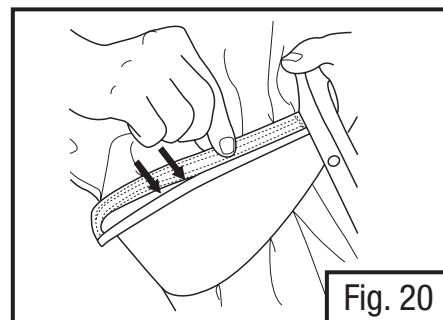

Fig. 20
- Jale el empaque negro y alinéelo con la orilla de la ranura en la parte superior del visor. Inicie de un lado; presione el empaque con firmeza adentro de la ranura en pequeñas secciones. Ambos rebordes del empaque deben insertarse en la ranura (Fig. 20).
- Para instalar la cubierta para casco, tome el empaque negro y alinéelo con la orilla de la ranura en la parte superior del visor. Inicie de un lado; presione el empaque con firmeza adentro de la ranura en pequeñas secciones. Ambos rebordes del empaque deben insertarse en la ranura (Fig. 20).
- Con el visor en la posición de abierto, tome el empaque negro en la cubierta del casco y alinéelo con la orilla de la ranura en la parte superior del visor. Inicie de un lado; presione el empaque con firmeza adentro de la ranura en pequeñas secciones. Ambos rebordes del empaque deben insertarse en la ranura (Fig. 20).